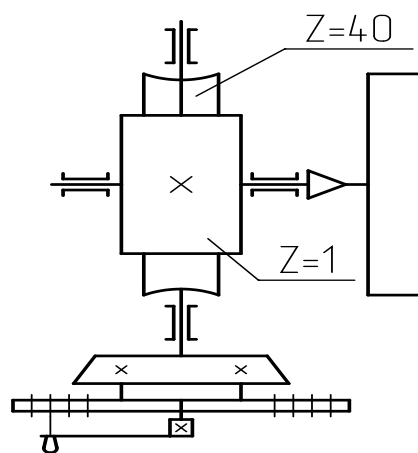

Рис. 6
2. Настройка для случая дифференциального деления (рис. 6):
- 3 Настроить делительную головку (рис.6) для получения 77 равномерно расположенных на заготовке канавок.